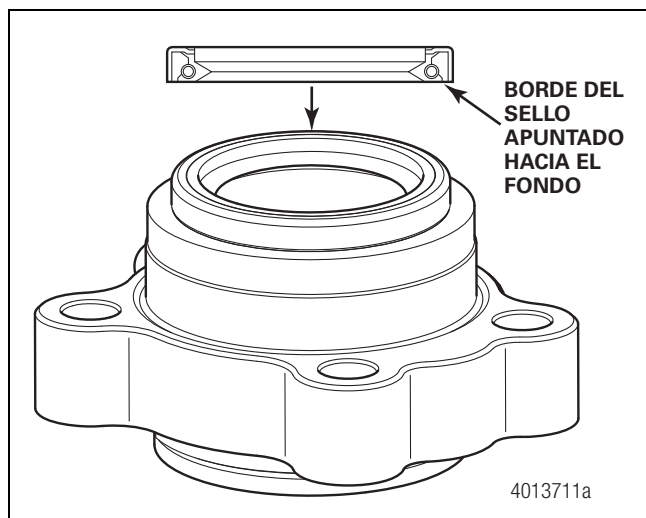

Figura 11.47
11. Coloque un sello nuevo en el lado de la cabeza de leva del portabuje, con el borde del sello apuntando hacia dentro, en dirección del buje. Figura 11.47.